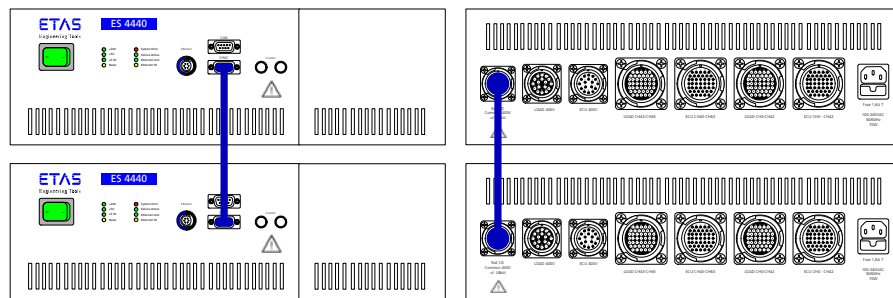

図 2-5 “SYNC”ラインとエラーレールの接続
- マルチプレクサリレーの同期信号（前面パネルの“SYNC”コネクタ。図 2-5 の左側の部分を参照してください）
- エラーレール用信号（背面パネルの“Rail 1/2”コネクタ。図 2-5 の右側部分を参照してください）